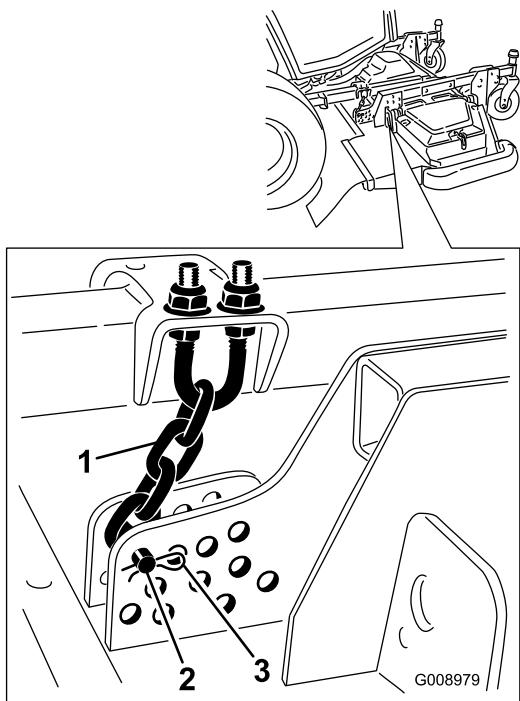

Bild 25
- Entfernen Sie den Splint und den Lastösenbolzen, mit denen die Schnitthöhenkette an der Rückseite des Mähwerks befestigt ist (Bild 25).